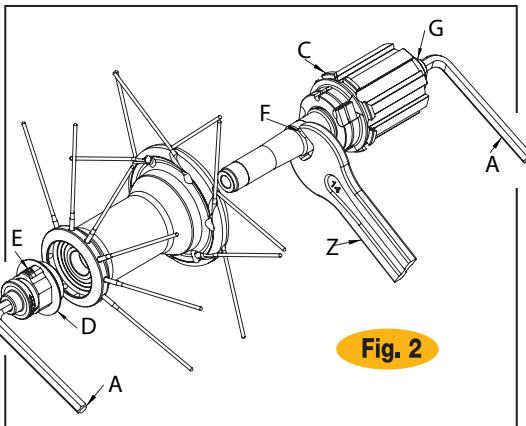

Fig. 2
- Introduzcan dos llaves Allen (A) en las tuercas de tope en los extremos de los bujes (Fig. 2). y gírelas en sentido **horario**.
- Después de haber retirado el perno del buje posterior, el cuerpo rueda libre (C) permanece conectado con las correspondientes carracas, (Fig.2).